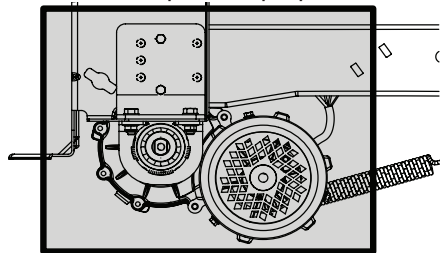

Figure 16
- Nettoyez bien l'essieu et la transmission (Figure 16).